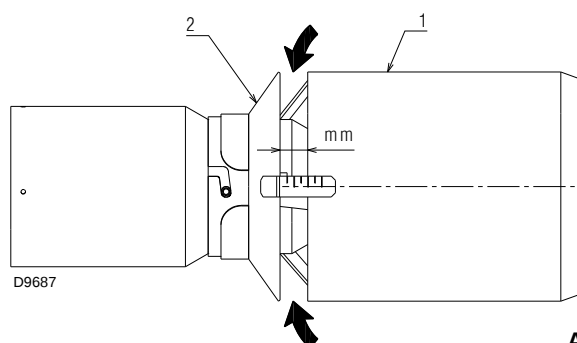

Afb. 8
- Als de installatie uitgevoerd is, moet gecontroleerd worden of de brander licht geheld is zoals wordt aangeduid in Afb. 8.